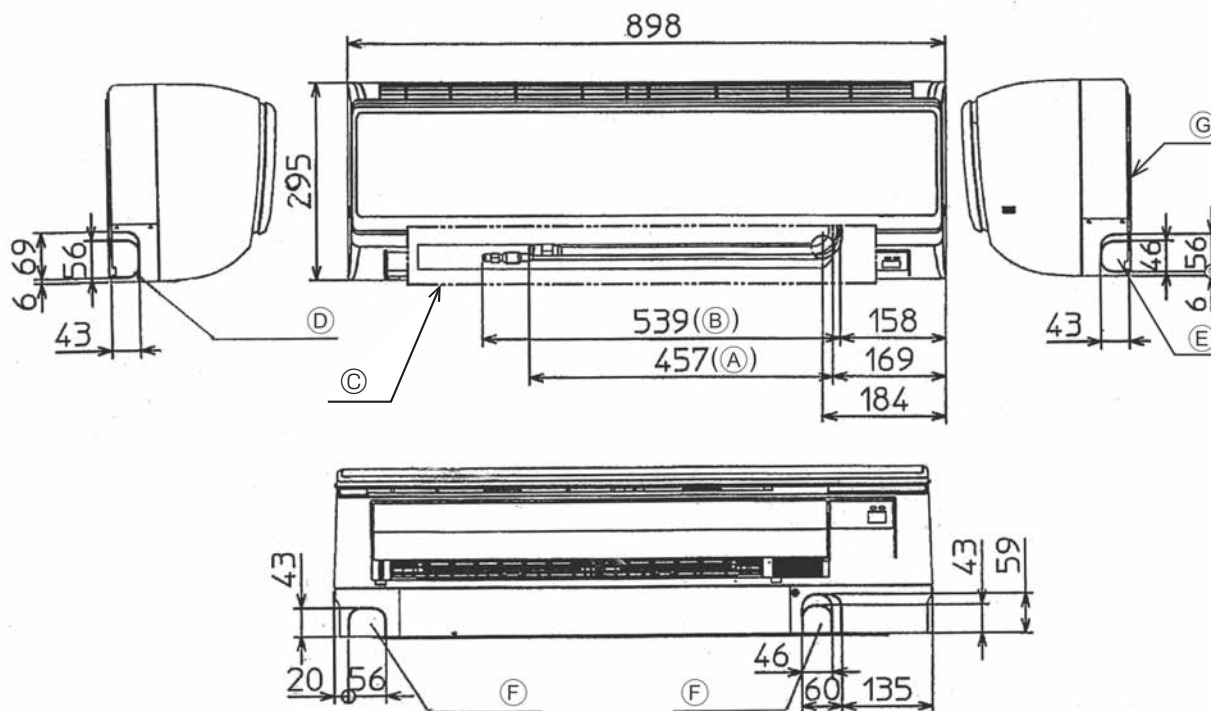

Рис. 4-2
4.2. Выбор расположения труб хладагента и дренажных труб (Рис. 4-2)
- Ⓖ Монтажная плита ①